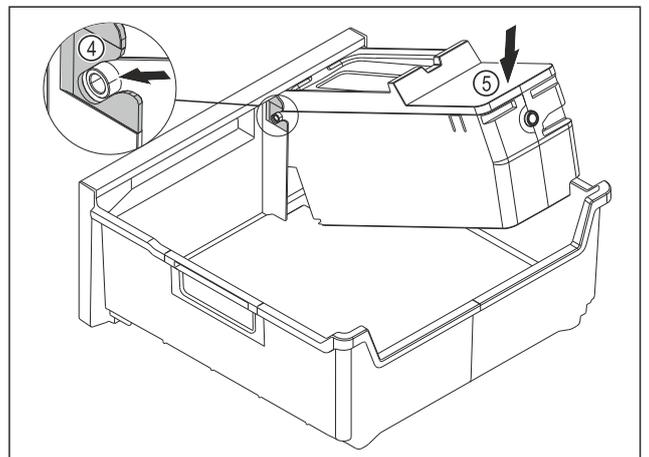

Fig. 114
- ▶ 安装 EasyTwist-Ice 机身：将 EasyTwist-Ice 机身的轴推入到导向装置 Fig. 114 (4)中。
- ▶ 朝下按压 EasyTwist-Ice 机身 Fig. 114 (5)后部。